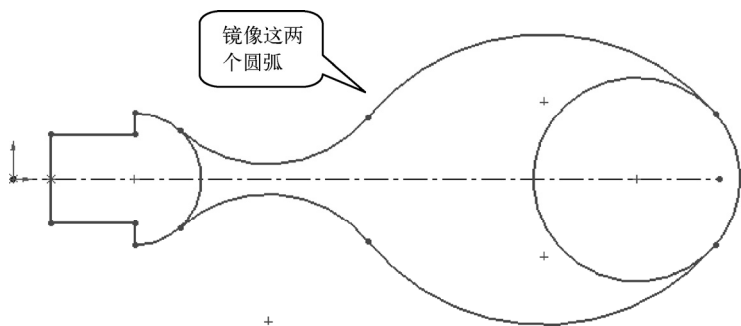

图 2-140 镜像相关曲线
STEP 9 选取修剪后剩下的两段圆弧及中心线，单击“草图”工具栏中的“镜像实体”按钮，得到如图 2-140 所示的图形。